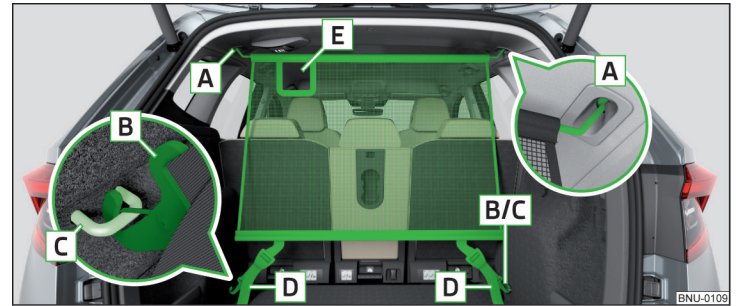

Abb. 139 Netztrennwand hinter den Rücksitzen
- Zum **Einbau** die Querstange in die Aufnahme **A** erst auf der einen Seite einsetzen und nach vorn drücken. Auf gleiche Weise die Querstange auf der anderen Fahrzeugseite in die Aufnahme **A** einsetzen » Abb. 139.
- Die Gurte an den freien Enden **D** straff ziehen » Abb. 139.